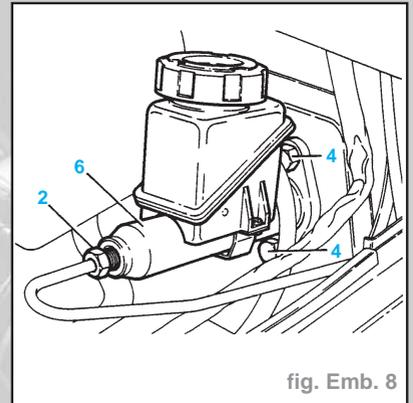

fig. Emb. 8
- Débrancher le tuyau de liquide au niveau du cylindre-maître. Obturer l'orifice de liquide du cylindre-maître et fermer hermétiquement le tuyau hydraulique pour éviter toute entrée de corps étrangers (Fig. Emb. 8).